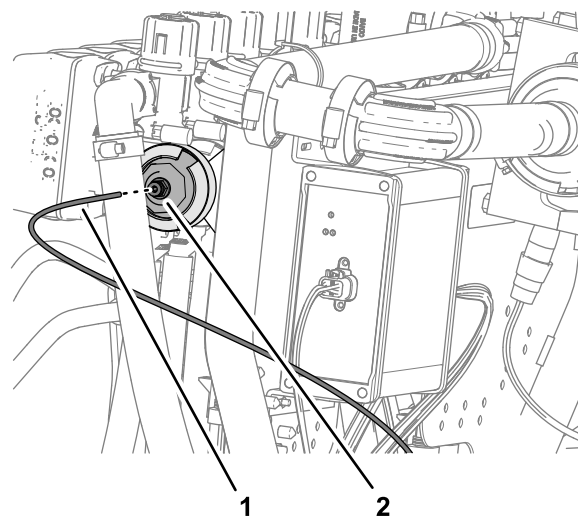

Figura 135
1. Alinhe a extremidade do tubo sensor de pressão (plástico) para o indicador de pressão no painel com o anel de tensão do acoplador do tubo (Figura 135).
2. Insira o tubo no anel de tensão até o tubo estar devidamente colocado (Figura 135).